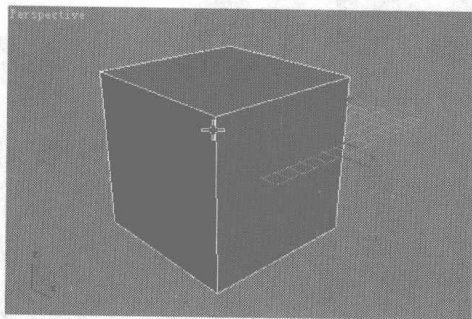
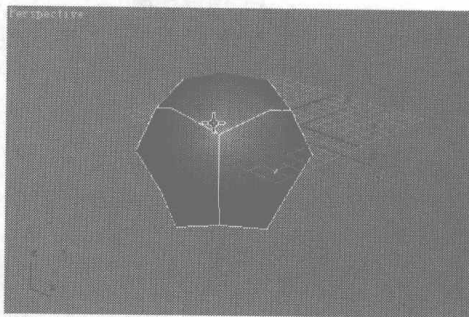
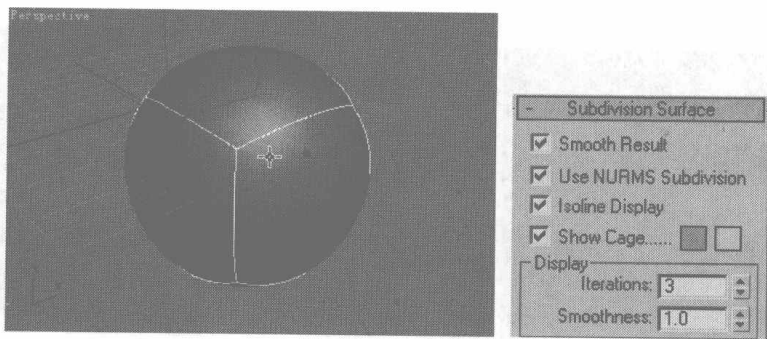

图 7.2
图 7.3
图 7.4
- 01 首先在这里设置一个常用的快捷键。举个例子，创建一个 Box 物体，如图 7.2 所示。单击右键，在弹出的快捷菜单中选择 **NURMS Toggle** 命令，将物体平滑显示，如图 7.3 所示。在  修改面板的 **Subdivision Surface** 卷展栏中，设置平滑的参数，**Iterations** 参数的默认是 1，图 7.3 就是此时的效果，数字越大，平滑越明显，如图 7.3 所示，**Iterations** 参数为 3，平滑后模型如图 7.4 所示。**Use NURMS Subdivision** 选项前的对钩，表示代替平滑显示，取消对钩，物体将显示原始模型，物体不平滑显示。